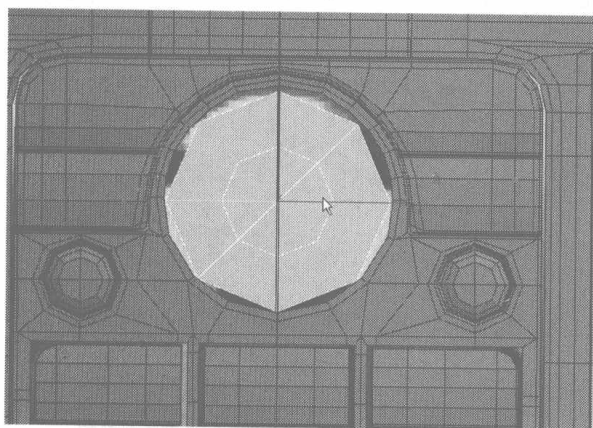
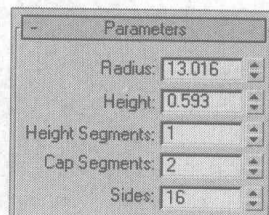

图 4.589
图 4.590
- 46** 在 Create 控制面板中单击 **Cylinder** 按钮，在 Front 视图中建立一个如图 4.589 所示的圆柱体，并将其移动到合适的位置，参数设置如图 4.590 所示。